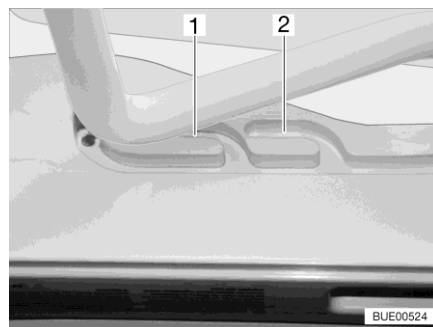
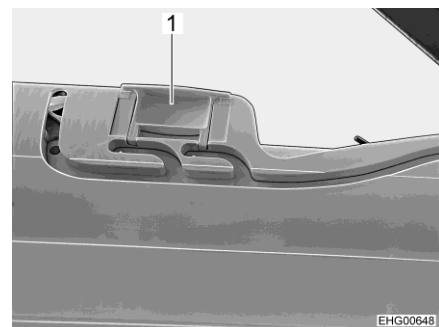

Bild 24 Spår (ventilationsläge)
Bild 25 Lås (ventilationsläge)
Heki-takluckan kan ställas i två ventilationslägen: Läget för dåligt väder (Bild 24,1) och mittläget (Bild 24,2). Beroende på modell kan takluckan låsas i mittläget med de båda spärrarna (Bild 25,1) till höger och vänster om ramen till takluckan.
- Tryck bygeln lätt uppåt och skjut in den i det valda spåret (Bild 24,1 eller 2) och lås eventuellt.